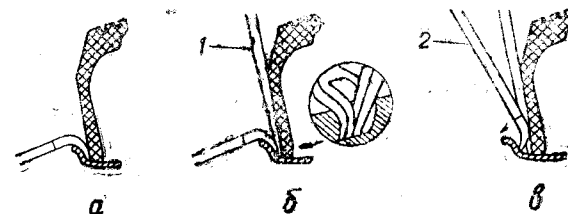

Рис. 31. Последовательность операций при демонтаже шин: 1—прямая монтажная лопатка; 2—вилочная монтажная лопатка
2. Вставить вилочную лопатку между шиной и бортовым кольцом и отжать борт шины последовательно по всему периметру (рис. 31а).
3. В образовавшийся зазор между бортовым кольцом и шиной разместить лопатки таким образом, чтобы прямая лопатка находилась в пазу вилочной (рис. 31б).
Вилочной лопаткой продолжать отжатие борта шины (рис. 31в) до тех пор, пока не будет снят борт шины с конической полки бортового кольца.